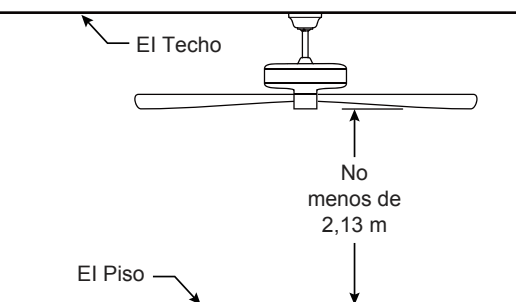

Figura 2
Uso de perfil profundo (Figura 2)
2. Retire los dos tornillos de fijación del soporte y las tuercas y conserve para su reinstalación en el Paso 4 de la página 39. Desmonte la carcasa de la cubierta superior extrayendo los seis tornillos ubicados en la parte superior de la unidad del motor y guárdelos para el paso 3. (Figura 2)
2. Retire el clip de horquilla y pasador de horquilla de la parte inferior de la bola para colgar. Retener el pasador y clip para la reinstalación en el paso 4. (Figura 2)
Debe colgar el ventilador a una distancia mínima de 2,13 m desde las aspas hasta el piso. (Figura 2)
Para evitar una posible descarga eléctrica, asegúrese de cortar la alimentación eléctrica de la caja de fusibles principal antes de alambrado el ventilador. (Figura 2)
- ☐ 2. Coloque y ajuste firmemente la cubierta para el tornillo de la base sobre los tornillos de reborde de la abrazadera para colgar mediante el mecanismo de seguro por giro del chavetero. (Figura 2)
- ☐ 2. Restaure la fuente de alimentación de la toma de corriente enciendo la electricidad del fusible principal. (Figura 2)
- ☐ 2. Cree su cuenta utilizando una de las tres opciones enumeradas. (Figura 2)